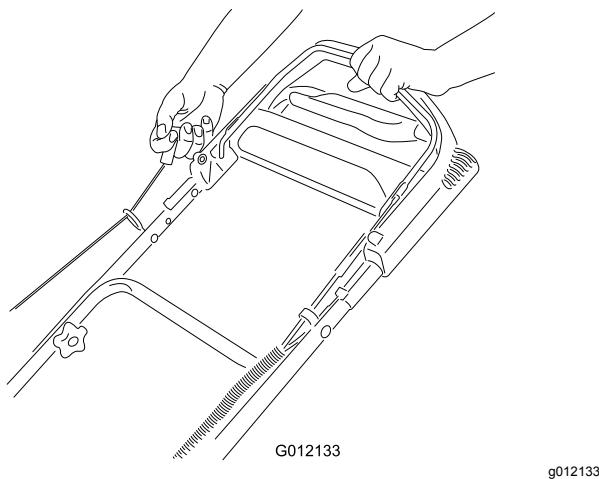

Рисунок 16
- Без усилия потяните за рукоятку механического стартера (Рисунок 16) до появления сопротивления, затем резко потяните за нее и дайте ей медленно вернуться в направляющую шнура на рукоятке.